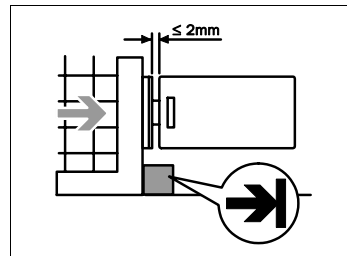

Fig. 2: montaggio
**!** Gli interruttori e attuatori non vanno utilizzati come finecorsa (vedere Fig. 2).
- Predisporre un ulteriore finecorsa per la parte mobile del dispositivo di protezione (vedere Fig. 2).